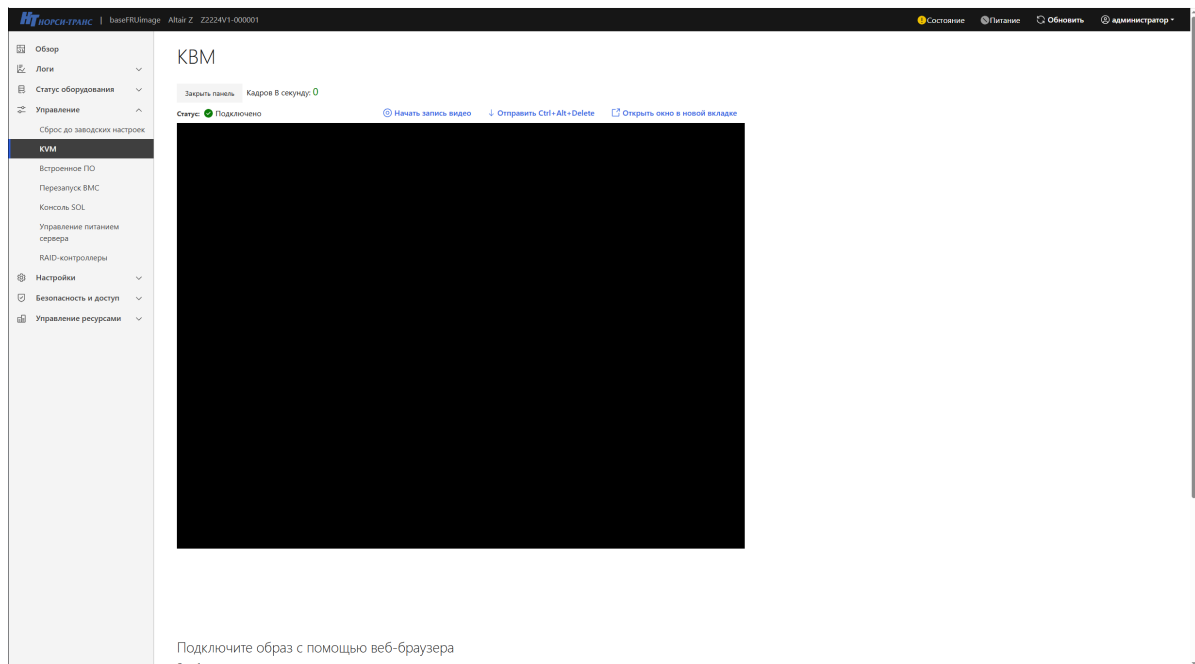

Рис. 49. Окно «KVM»
- 3) Пройдите во вкладку «Управление» → «KVM» в данной вкладке осуществляется удаленное управление BIOS. Окно показано на рис. 49 Окно «KVM»